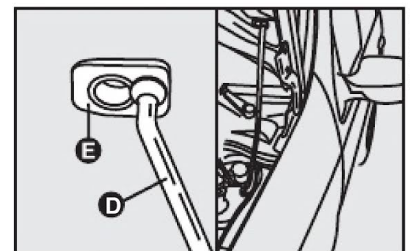

fig. 95
- 4) Introduzir a extremidade da vareta **D** na abertura **E** do capô do motor **fig. 95**.
- 1) Manter levantado o capô com uma mão e, com a outra, tirar a vareta **D-fig. 95** da abertura **E** e repô-la no seu dispositivo de bloqueio;